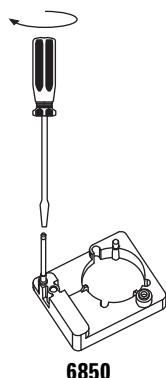

Figura 13 Installazione della staffa di montaggio (GC 6850)
- **GC serie 6850.** Installare nella staffa di montaggio dell'iniettore. Allentare le viti dell'iniettore, quindi installare la staffa e stringere le viti. La staffa deve essere ruotata fino in fondo (Figura 13).